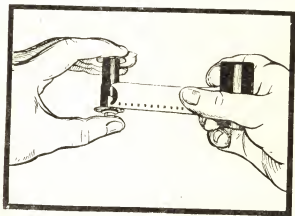

Рис. 9.
2. Вытащив из кассеты свободный конец пленки на длину не более 10 см., закрепите его на приемной катушке под пружиной (см. рис. 9) так, чтобы первое перфорированное отверстие пленки стало чуть дальше выступа пружины, и потяните пленку обратно — выступ пружины зайдет в